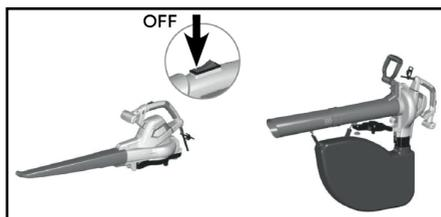

рис. 13
- Нажмите кнопку включения в положение «ВЫКЛ.» для выключения устройства (рис. 13)